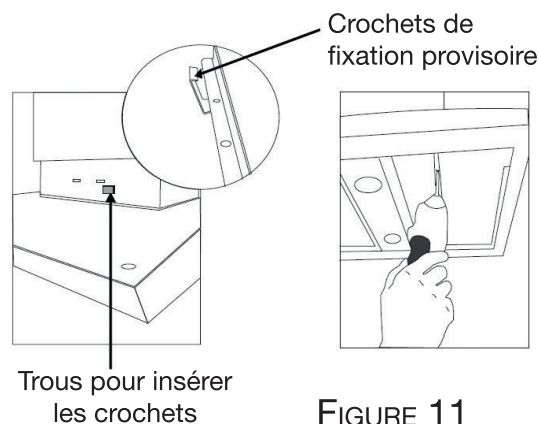

FIGURE 11
9) Assemblage du châssis sur le groupe moteur (Figure 11)